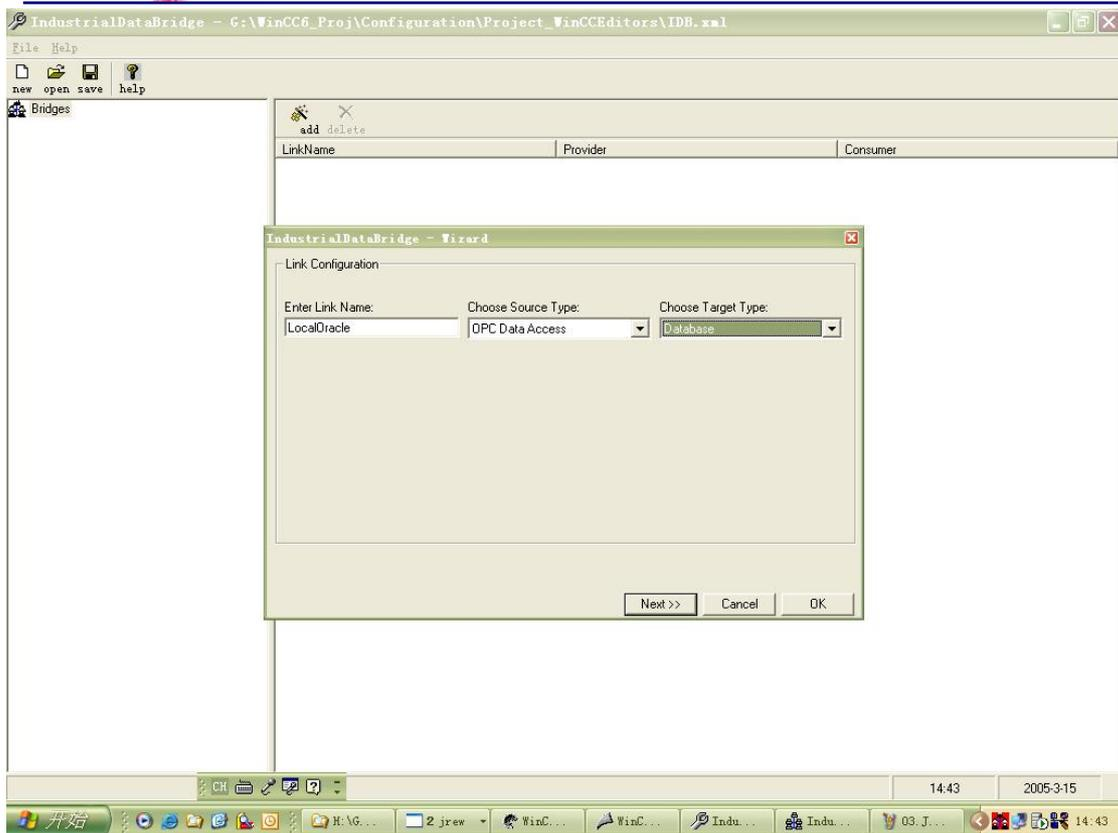

图 2: 新建连接
2.2 打开 Industrial Data Bridge, 根据向导新建连接, 数据源类型选择"OPC Data Access", 数据目标类型选择"Database"。如图 2 所示。